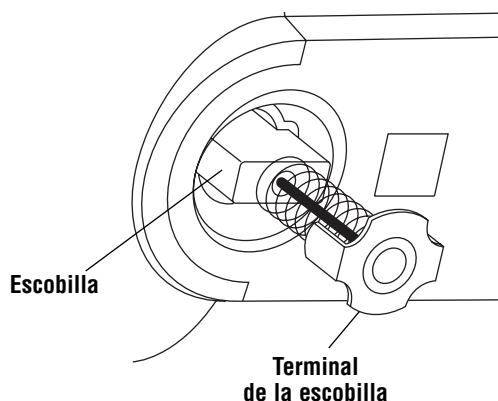

Figura 39. Escobilla del motor
3. Tire de la escobilla para sacarla (Figura 39). Repita la operación para el lado contrario.